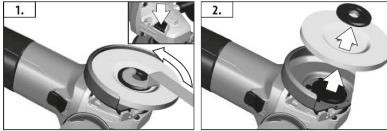

FIGURA 5
10.2. Pressione o botão de travamento e use a chave especial para desapertar o flange externo de maneira a remover o disco. (FIGURA 5)